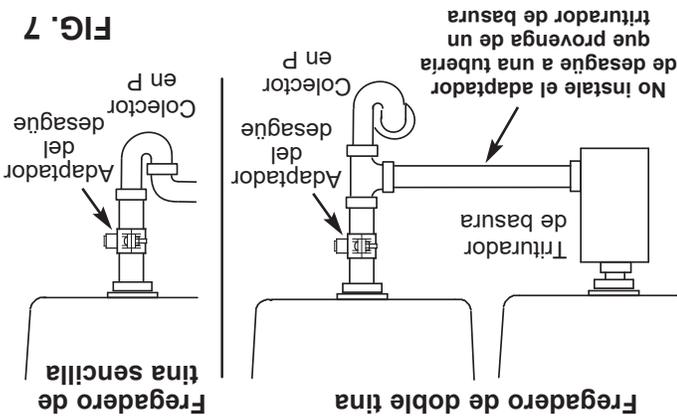
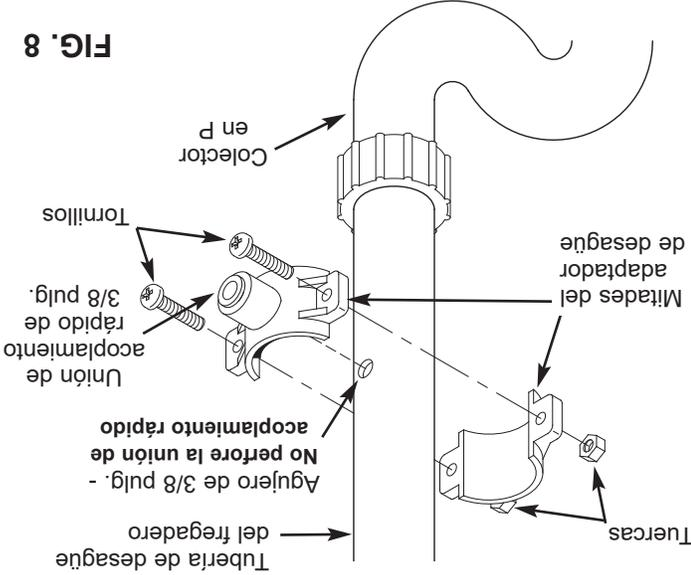
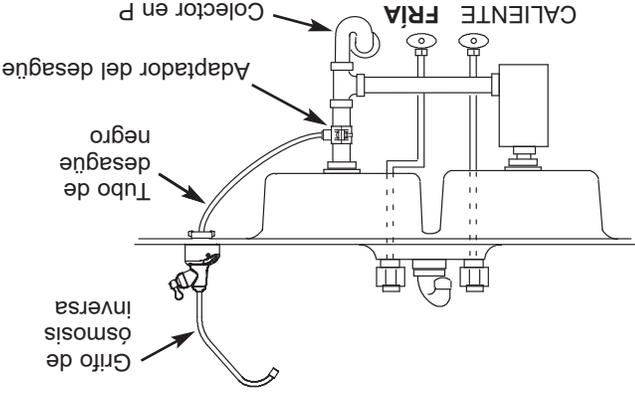

FIG. 7
FIG. 8
FIG. 9
El adaptador de desague que se incluye con su sistema de ósmosis inversa se ha diseñado para encajar alrededor de una tubería de desague estándar de 1-1/2 pulg. de D.E. En el siguiente procedimiento, instalará el adaptador de desague encima (o antes) del colector en P. Vea la Fig. 7 y la Fig. 9. Cerciórese de cumplir con los códigos locales de plomería.
1. Pruebe el ajuste de las dos mitades del adaptador de desague sobre la tubería de desague del colector en P (vea la Fig. 8). Compruebe que la unión de acoplamiento rápido quede orientada hacia el grifo de ósmosis inversa (vea la Fig. 9).
**NOTA:** Ubique el modo de que la tubería de desague proveniente del grifo de ósmosis inversa se extienda recta hacia el adaptador, sin caídas, bucles ni dobleces. Utilice el orificio de la unión de desague como guía y marque la tubería donde se perforará un agujero de 3/8 pulg. (vea la Fig. 8), y retire el adaptador de desague de la tubería.